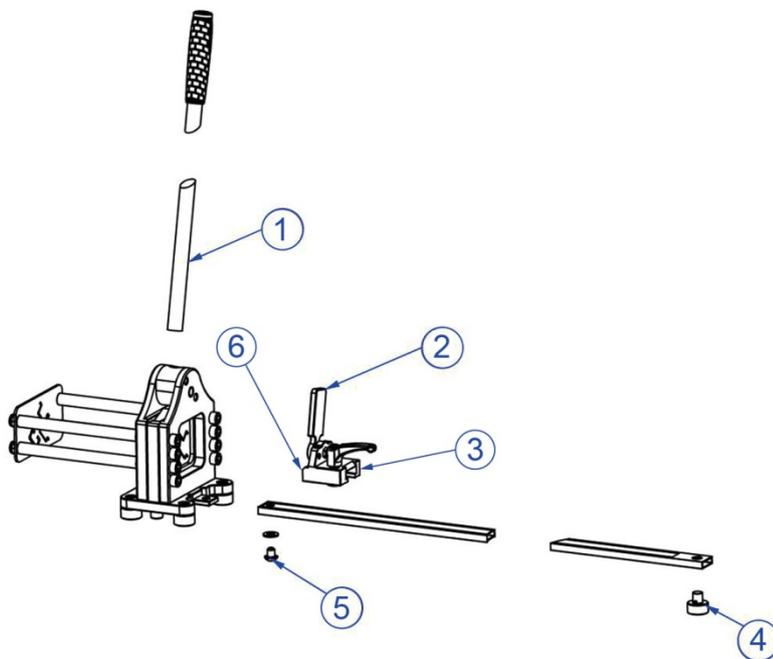

Fig. 3: Sequenza di montaggio
- Avvitare prima la leva manuale nella leva di centraggio (fig. 3, pos. 1) e serrarla saldamente.
- Spingere quindi il righello di misura sulla sporgenza della piastra di base e fissarlo con la vite M10x16 e la rondella (fig. 3, pos. 5).
- Spingere la battuta d'arresto (fig. 3, pos. 3) sul righello come indicato in figura e inserire a scatto il singolo piedino (fig. 3, pos. 4) nell'apertura posteriore del righello.
- A tale scopo impostare la battuta d'arresto con il bordo graduato (fig. 3, pos. 6) ad es. su 112,5 mm e misurare la distanza tra il coperchio della battuta (fig. 3, pos. 2) e la piastra di taglio con un righello in acciaio.
- Serrare la vite M10x16 (fig. 3, pos. 5) così che il righello sia posizionato esattamente.